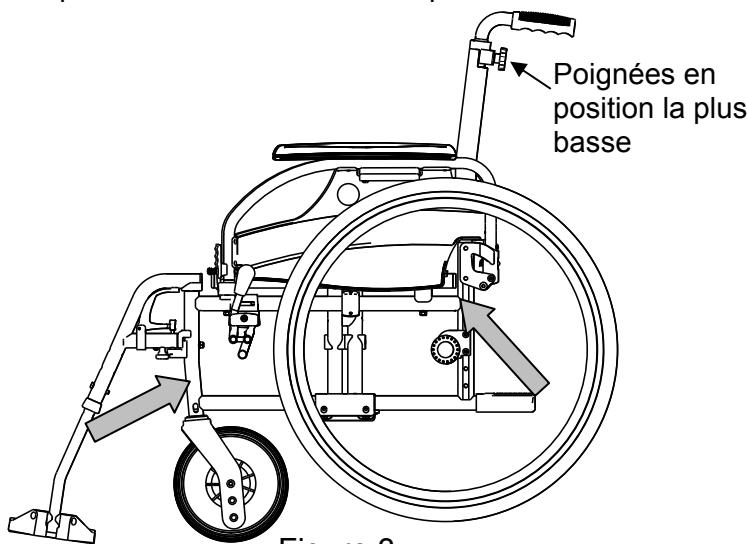
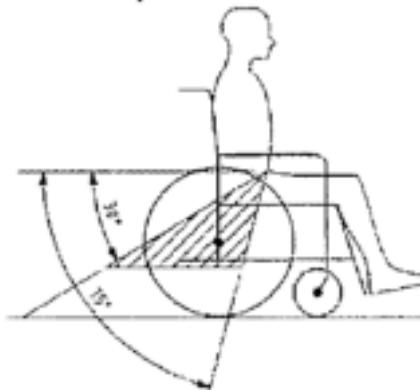

Figure 3
figure 4
7. Fixez les sangles avant de sécurité comme indiqué par le fabricant (figure 3). Les points d'accroches sont indiqués sur le fauteuil roulant par un symbole (figure 4).
10. Fixez les sangles arrière de sécurité comme indiqué par le fabricant (figure 3). Les points d'accroches sont indiqués sur le fauteuil roulant par un symbole (figure 4).